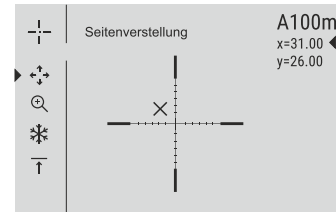

Abb.5
- Falls die Treffpunktlage mit der Zielpunktlage (mit Absehenmitte des Zielfernrohrs) nicht zusammenfiel, halten Sie die Taste **M (4)** gedrückt, um ins Hauptmenü zu übergehen.
- In der Bildschirmmitte erscheint ein Hilfskreuz \times , oben rechts erscheinen Koordinaten X und Y des Hilfskreuzes (s. **Abb. 5**).
- Halten Sie das Absehen im Zielpunkt und drücken Sie die Tasten **UP (3)** und **DOWN (5)** um das Hilfskreuz zu schieben, bis es mit dem Treffpunkt zusammenfällt.
- Um die Bewegungsrichtung des Hilfskreuzes von waagrecht auf senkrecht zu wechseln, drücken Sie kurz die Taste **M (4)**.